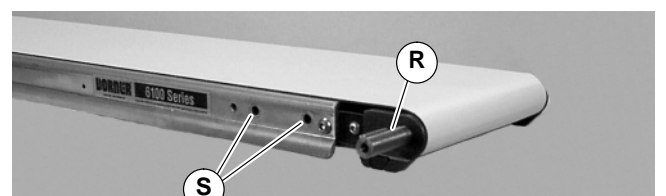

Abbildung 6
3. Lage der Antriebswelle (R auf Abbildung 6) feststellen und zwei (2) Schrauben entfernen (S).